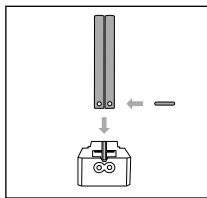

Fig. 2
- ◆ Pegue em duas hastes guia ⑦, com a parte arredondada lado a lado, e insira uma haste distanciadora ⑭ em ambas as hastes guia ⑦ (ver fig. 2).
- ◆ Introduza ambas as hastes guia ⑦ no elemento de guia de corte A ⑨ (ver fig. 2).